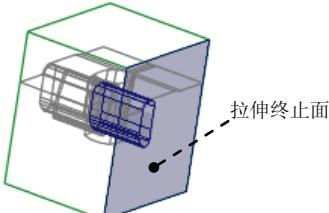
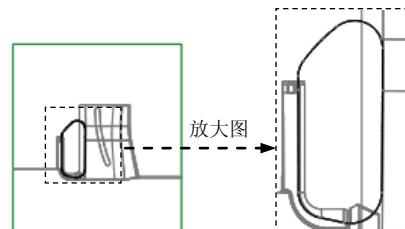

图 17.21 创建拉伸曲面
图 17.22 截面草图
Step3. 通过拉伸的方法创建图 17.21 所示的曲面。
(1) 单击**分型面**功能选项卡**形状**区域中的**拉伸**按钮，此时系统弹出“拉伸”操控板。
(2) 定义草绘截面放置属性。右击，选取菜单中的**定义内部草绘...**命令；选择**MOLD_FRONT**基准平面为草绘平面，然后选取**MOLD_RIGHT**基准平面为参考平面，方向为**右**。然后单击**草绘**按钮。
(3) 进入草绘环境后，利用“投影”命令绘制图 17.22 所示的截面草图。
(4) 设置深度选项。
① 在操控板中选取深度类型**到选定的**。
② 将模型调整到合适的视图方位，选取图 17.21 所示的坯料表面为拉伸终止面。
③ 在操控板中单击**选项**按钮，在“选项”界面中选中**封闭端**复选框。
(5) 在操控板中单击**确定**按钮，完成特征的创建。
(6) 在“分型面”选项卡中单击“确定”按钮，完成分型面的创建。